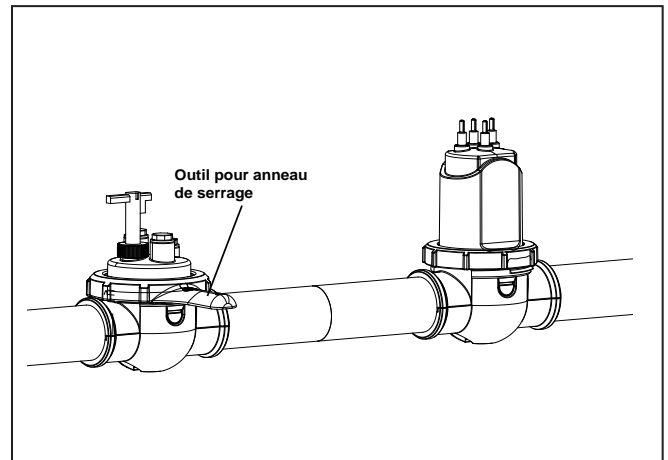

Figure 14. Outil pour anneau de serrage
14. Visser l'anneau de serrage au collier de serrage fileté à l'aide de l'outil pour anneau de serrage (voir Figure 14).